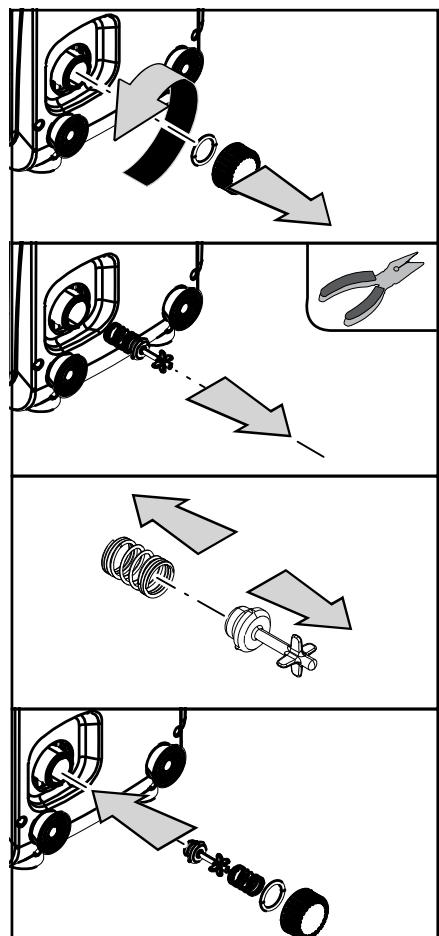

Рисунок 19
3. в любом случае выньте сливную пробку со стороны E, следя, чтобы не выпала уплотнительная манжета (*Рисунок 19*);